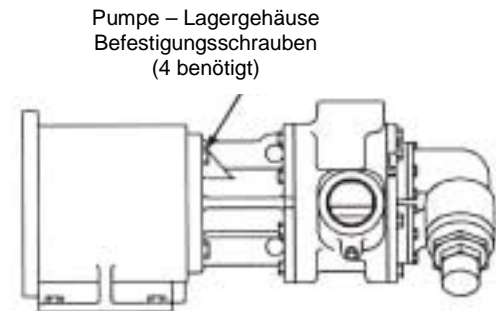

Abbildung 17
3. Unterstützen Sie die Pumpe von oben und befestigen Sie die Kupplungshaltering, um ein Kippen zu verhindern, wenn die Pumpe befestigt wird. Schieben Sie, mit dem Spalttopf als Führung, die Pumpeneinheit durch die kleinere Öffnung zum Lagerbock. Befestigen Sie diese mit den vier 0,5 Zoll Schrauben. Siehe **Abbildung 17**.